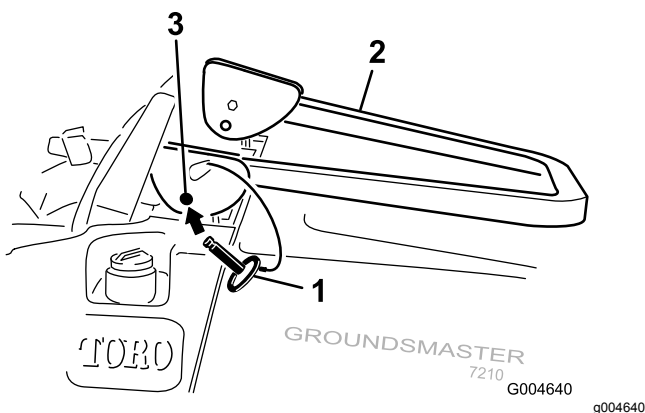

Figure 13
2. Faites pivoter l'arceau de sécurité à la position abaissée (Figure 13).